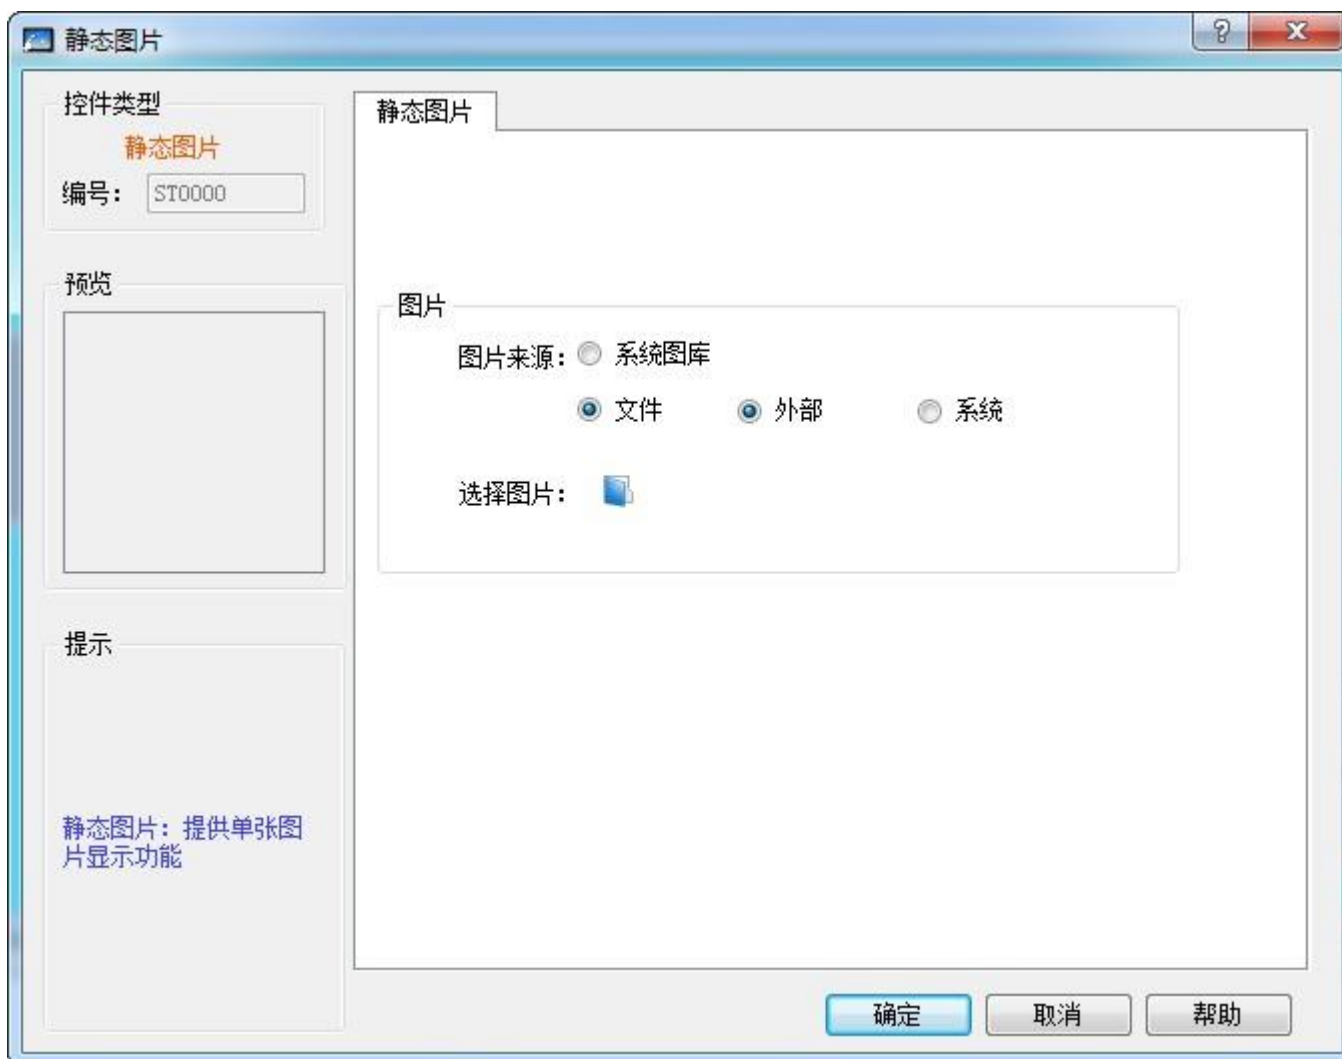

图 4-109 静态图片对话框
1. 点击工具栏上的静态图片图标，弹出如图 4-109 所示对话框：